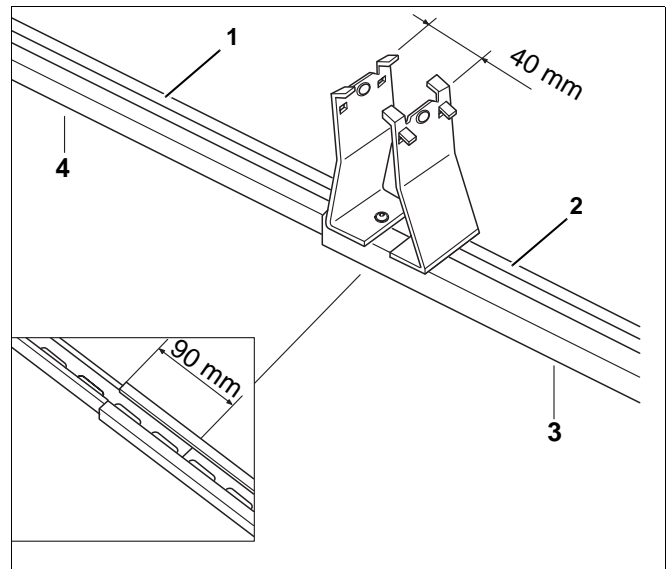

Abb. 7 Kollektorhalter zwischen zwei Kollektoren
- Profilschienen (Schiene A und B) 90 mm ineinanderschieben (Abb. 7).